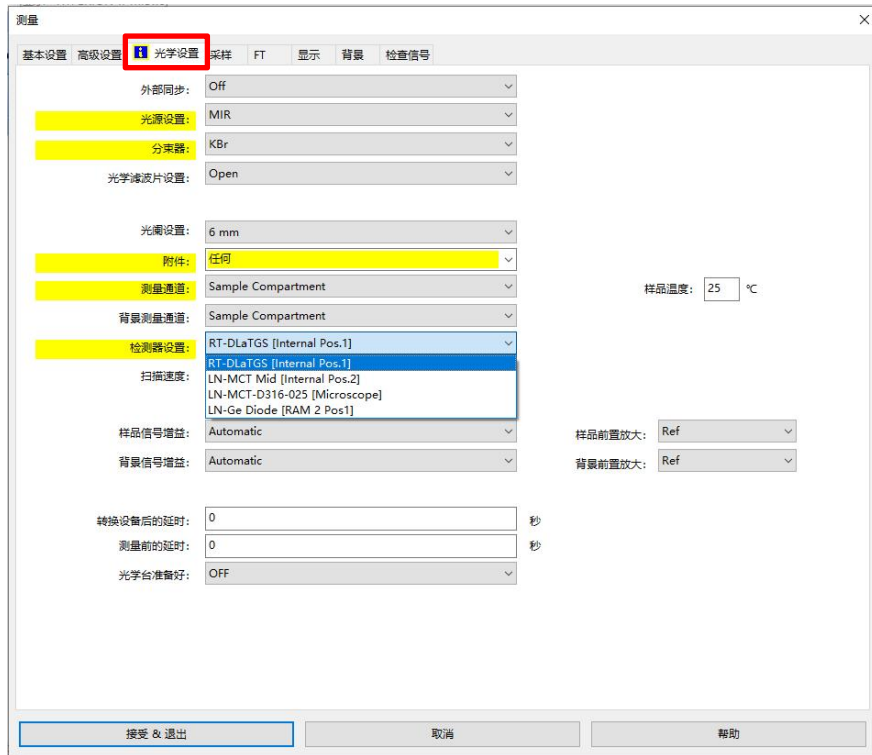

图 16
5. 检测器设置（图 16）：选择检测器类型，“RT-DLaTGS [Internal Pos.1]”表示使用室温氘化硫酸三甘肽（Deuterated L-Alanine Triglycine Sulfate, DLaTGS）检测器，且位于内部位置 1。RT-DLaTGS [Internal Pos.1] 和 LN-MCT Mid Internal Pos.2] 为红外测试系统，LN-Ge Diode [RAM 2 Pos1] 为拉曼测试系统。注意，在使用所有检测器主机时都需要先将机器预热约半小时。